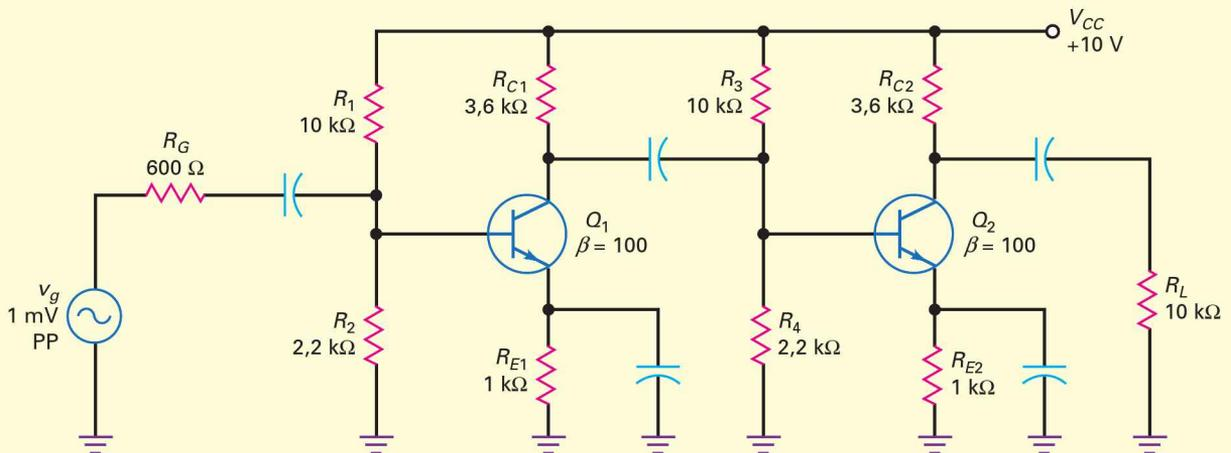

Figure 9.2
Quelle est la tension collecteur du premier étage de la figure 9.2 ? Quelle est la tension AC de sortie sur la résistance de charge ?
9.1 Avez-vous compris ? En reprenant la figure 9.2, faire passer la résistance de charge du deuxième étage de $10 \text{ k}\Omega$ à $6,8 \text{ k}\Omega$ et calculer la tension de sortie finale.